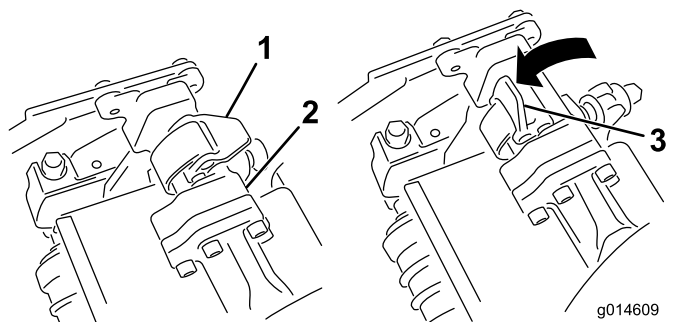

図 69
6. 取り外したいカッティングユニットのサスペンションアームのバーについているラッチを開く 図 69。